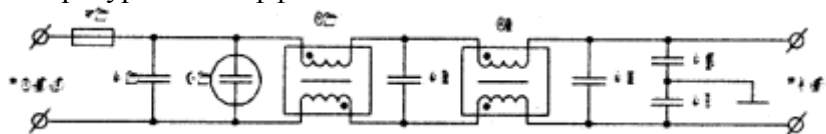

Рисунок 4 - Схема заградительного фильтра
*Входной фильтр.* Типовая схема заградительного фильтра источника питания системного модуля (рис. 4) включает элементы, предназначенные для подавления синфазной и дифференциальной составляющей помехи. На входе фильтра включен конденсатор С1, далее напряжение питания сети переменного тока подается на блок питания системного модуля через сетевой индуктивно-емкостной фильтр. Конденсатор С2 и дроссель L1 с соответствующим (встречным) включением обмоток снижают дифференциальную составляющую помехи. Дроссель L2, конденсаторы С3...С5 подавляют обе составляющие помехи. Защита по току осуществляется предохранителем F1, который ограничивает ток нагрузки на уровне не более 1,25 номинального значения, а от превышения напряжения в сети (перенапряжения) осуществляется варистором Z1. При повышении напряжения питающей сети выше некоторого уровня сопротивление элемента Z1 резко уменьшается, вызывая срабатывание предохранителя. В качестве ограничителя пускового тока, а также для плавного заряда конденсаторов емкостного фильтра высоковольтного выпрямителя могут использоваться термисторы с отрицательным температурным коэффициентом.